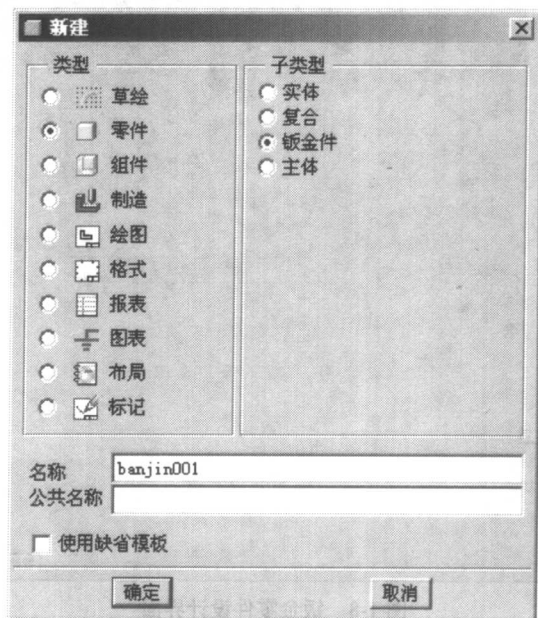

图 1-6 “新建”对话框
(2) 单击工具栏中的新建文件按钮 ，在弹出的“新建 (New)”对话框中，类型选择 [零件 (Part)]，子类型选择 [钣金件 (Sheetmetal)]，在[名称 (Name)]后面的文本框中输入新建文件名 banjin001。取消选择 [使用缺省模板 (Use default template)] 选项，如图 1-6 所示。单击 **确定**。